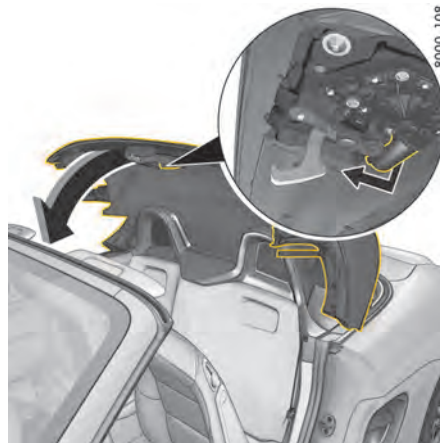

Fig 48 : Ouverture de la capote jusqu'à l'encadrement de pare-brise
- 4 Saisissez la capote à la main au niveau du moteur de verrouillage de la capote (Fig. 48) et tirez vers l'encadrement de pare-brise.